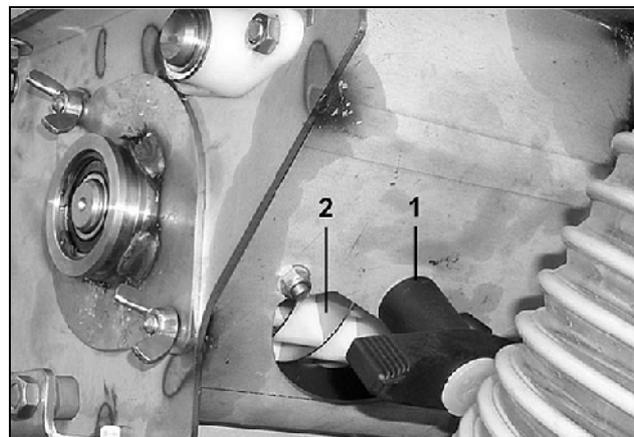

Fig. 117
- Ouvrez la trappe de vidange des reliquats (Fig. 117/2) en tournant la poignée (Fig. 117/1).
- Fermez la trappe de vidange de reliquat (Fig. 117/2) et fixez l'auget d'étalonnage sur la trémie.